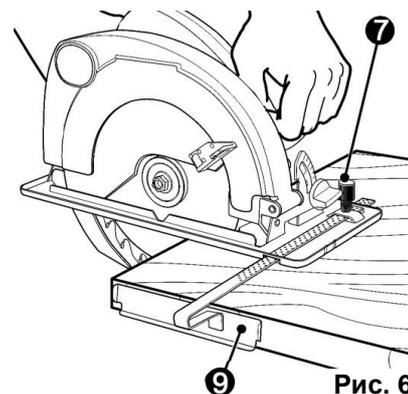

Рис. 6
- Ослабьте зажимной винт параллельного упора (7)(См. Рис.6).
- Установить желаемое расстояние резания, согласно показаниям шкалы параллельного упора (9)(См. Рис.6).
- Затянуть зажимной винт параллельного упора (7)(См. Рис.6).